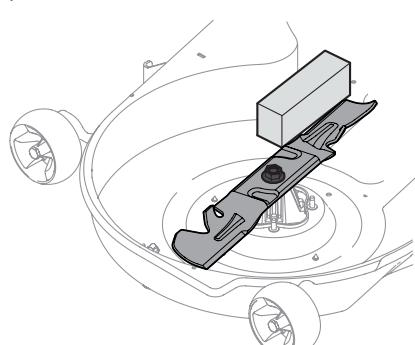

Figure 2
- Maintenez la lame en place à l'aide d'un outil de démontage de lame ou d'un morceau de bois. Voir Figure 2.